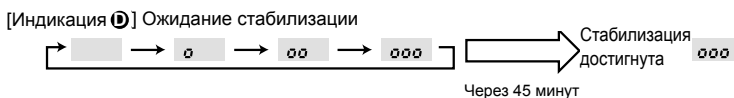

Fig. 8-3
3. Нажмите кнопку **FILTER** (←) для подтверждения настройки. (Fig. 8-3)